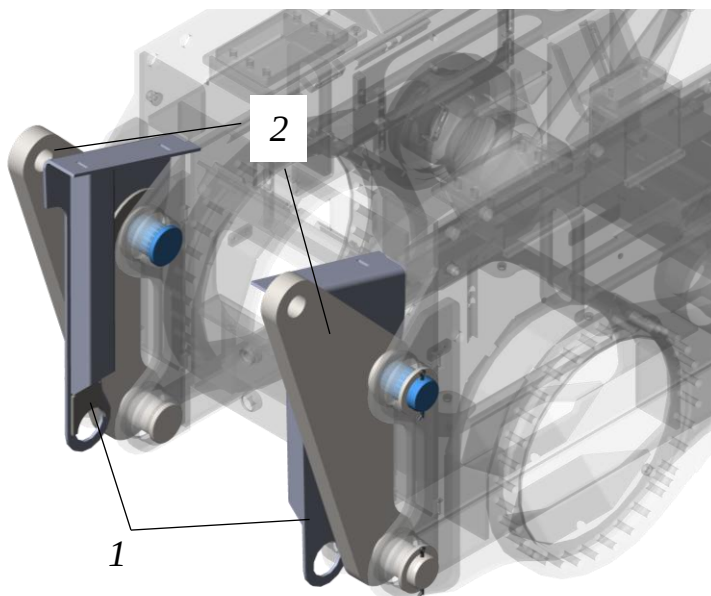

Рисунок 1. Установка стоек площадки (верхняя часть)
- Стойки площадки 1 установить на верхнюю часть стоек строповочных 2, рис. 1.